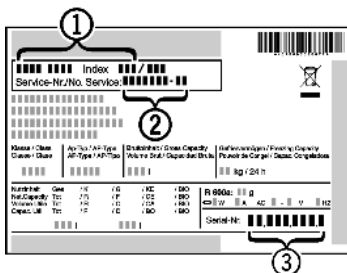

Fig. 16
- ▶ Prietaiso pavadinimas *Fig. 16 (1)*, techninio aptarnavimo Nr. *Fig. 16 (2)* ir serijos Nr. *Fig. 16 (3)* užrašyti duomenų skydelyje. Duomenų skydelis yra prietaiso viduje, kairiajame šone.
- ▶ Susiekite su techninio aptarnavimo skyriumi ir praneškite apie gedimą, taip pat pasakykite prietaiso pavadinimą *Fig. 16 (1)*, techninio aptarnavimo Nr. *Fig. 16 (2)* ir serijos Nr. *Fig. 16 (3)*.